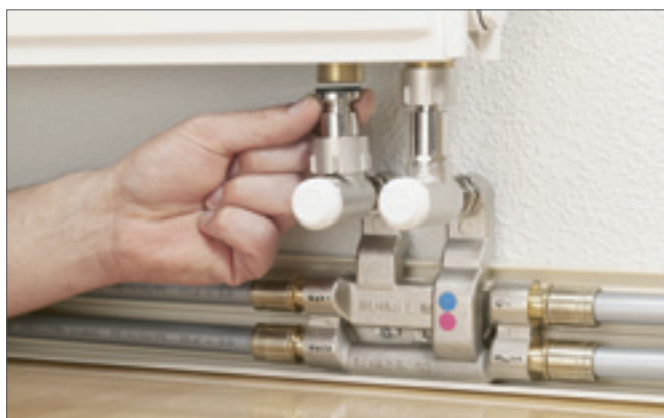

Рис. 18-38 Подключение угловых телескопических резьбозажимных соединений к отопительному прибору
2. Выровнять по высоте угловые телескопические резьбозажимные соединения и крестовины SL-RAUTITAN (см. рис. 18-38).